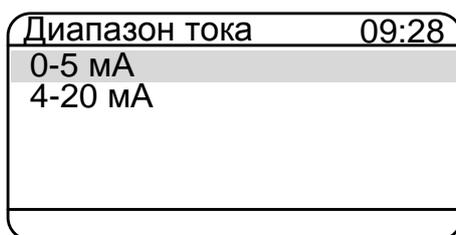

Рисунок 2.7
2.6.5.3.1 Выбор пункта «Диапазон тока» и нажатие кнопки  вызывает на дисплей прибора диалоговое окно *Диапазон тока* (см. рисунок 2.7), в котором пользователю предлагается выбрать значение типа выходного унифицированного токового сигнала поверяемого датчика давления.